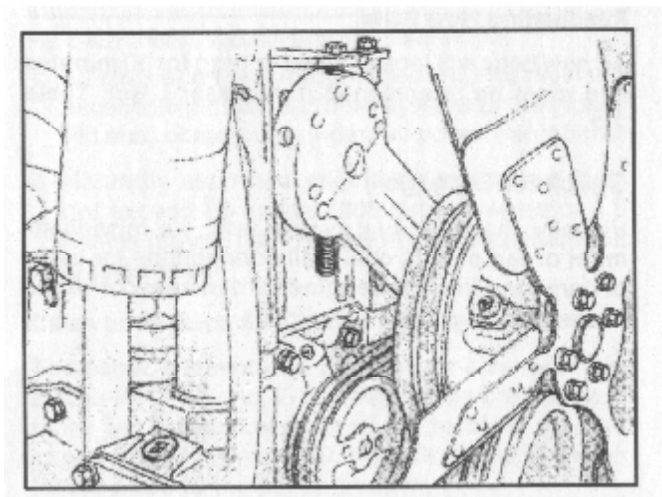

Рис. 2-6 (OM10161) Установка ступицы вентилятора NTC-350 FFC
5. Затяните стопорную гайку двигателя NH/NT с усилием 542-610 Н.м; затем отверните на пол-оборота. Затяните 4 полудюймовых винта. Рис. 2-6, двигатели NTC-350FFC - 101 - 115 Н.м.